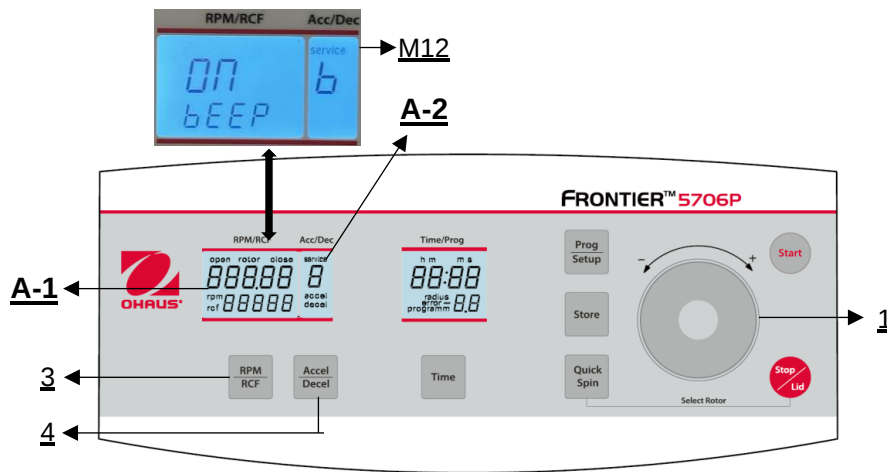

Figura 31
Procedere come descritto al punto 4.1.1 per entrare in questa modalità di programma e poi premere il tasto **"Accel/Decel"** (4). Nel display **"Acc/Dec"** (A-2) lampeggia la parola **"Service"** (M12). Selezionare ora la lettera **"b"** con la rotella di regolazione (1). Di conseguenza, sul display **"RPM | RCF"** (A-1) appare la scritta **"ON/BEEP"**. Dopo aver premuto il tasto **"RPM | RCF"** (3), è possibile attivare o disattivare il suono della tastiera con la rotella (1) (vedere figura 31).